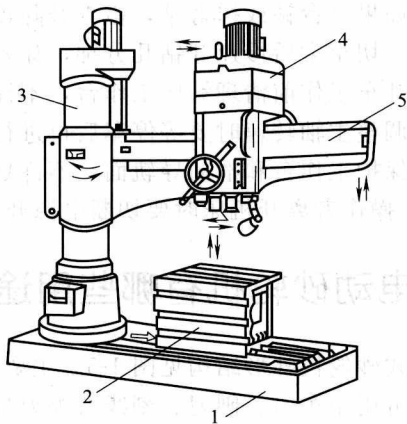

图 1-4 摇臂钻床
(4) 摇臂钻床(图 1-4) 摇臂钻床适用于大型笨重工件或多孔工件上的钻削工作。工作时靠移动钻轴去对准工件上的孔中心来钻孔。由于主轴变速箱 4 能在摇臂 5 上移动,而摇臂又能回转 360°,所以这种钻床可钻削工件上多种不同位置孔,还可用来扩孔、铰平面、铰孔、镗孔、攻螺纹和环切大圆孔。